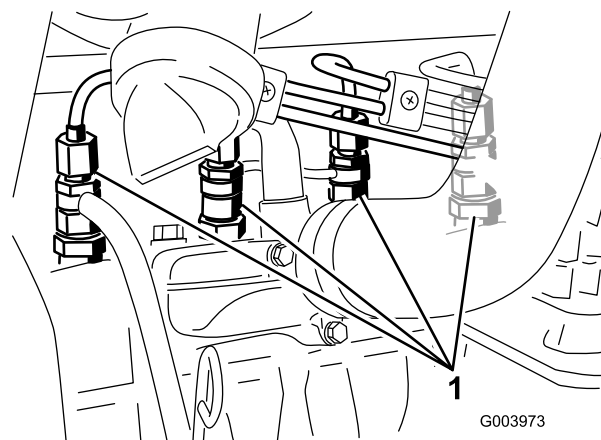

図 37
1. 燃料噴射ポンプの No.1インジェクタノズル **図 37**へのパイプ接続部をゆるめる。